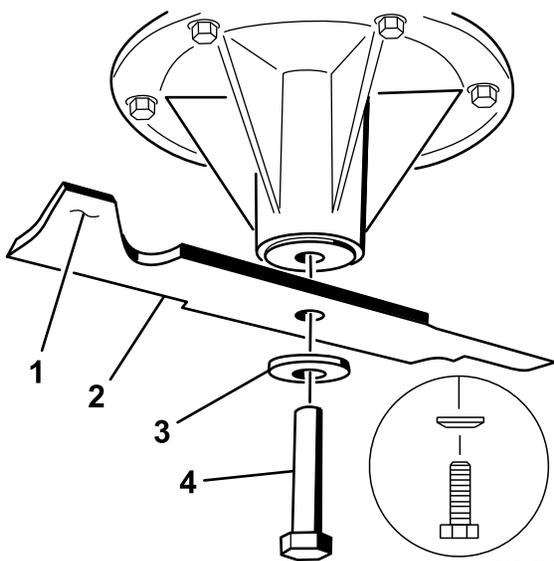

図 92
2. スピンドルシャフトにブレードを取り付ける (図 92)。
3. 湾曲ワッシャとブレードボルトを取り付ける 図 92。
注 湾曲ワッシャは、円錐先端側をボルトの頭に向けて取り付ける 図 92。